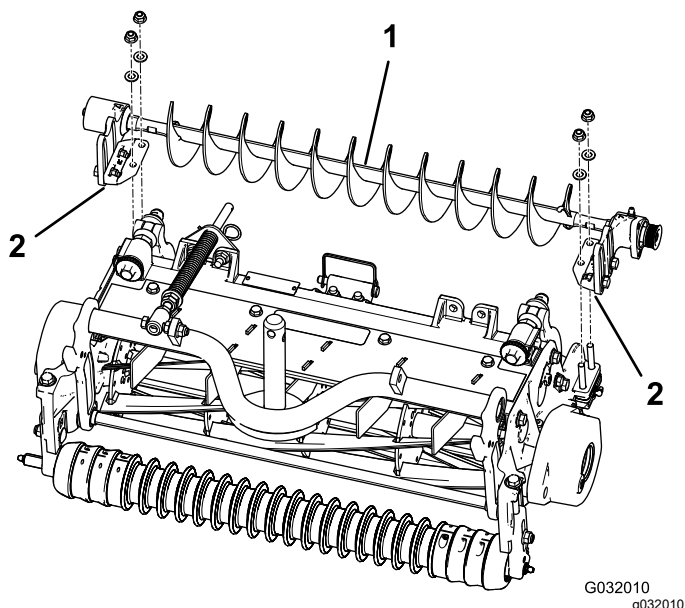

Bild 8
4. Setzen Sie die linke oder rechte Befestigungshalterung der Rollenbürste auf die Schrauben der Rollenhalterung (Bild 8).